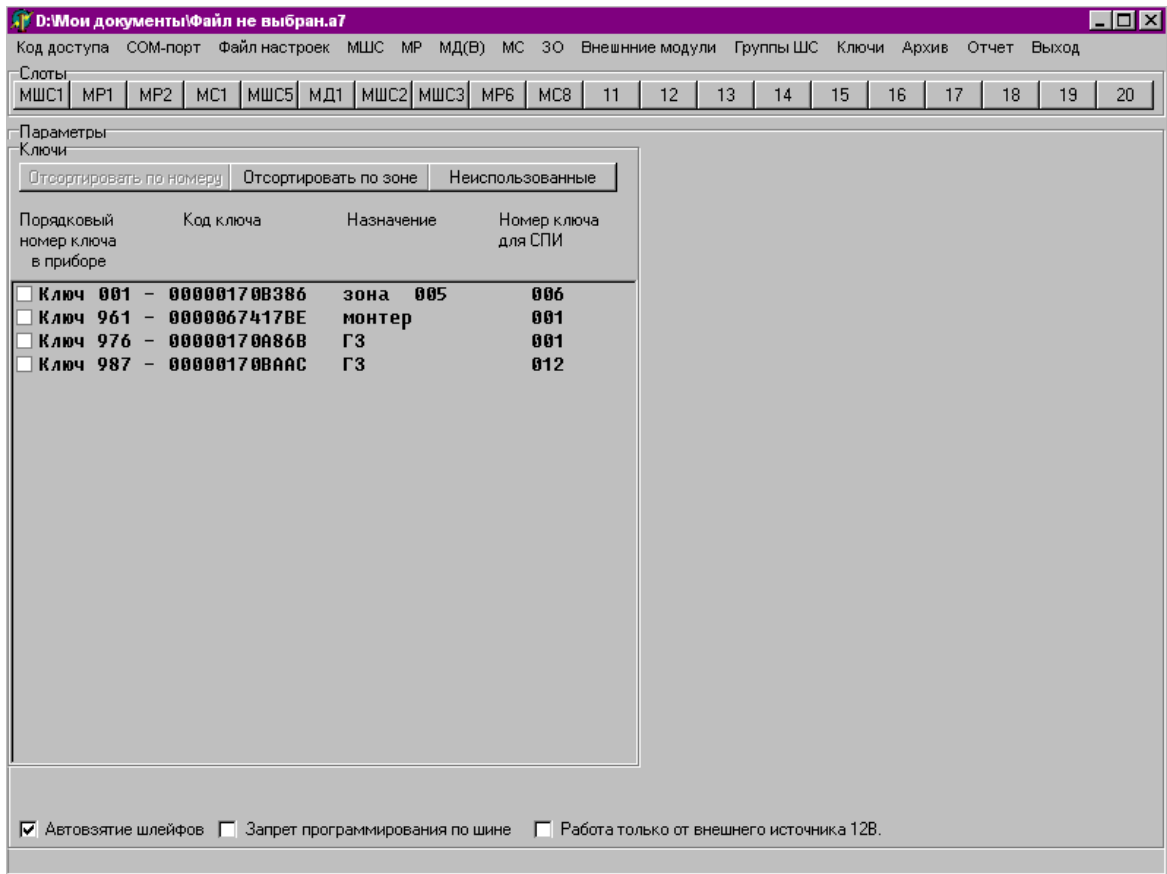

Рисунок 24
2.1.6.2 Для редактирования параметров ключей доступа необходимо выбрать команду главного меню «Ключи \ Редактировать». В результате ее выполнения в основном окне программы появляется панель со списком введенных ранее ключей доступа (рисунок 24). По умолчанию ключи в списке отсортированы в порядке возрастания их порядковых номеров в приборе. При необходимости можно произвести сортировку списка ключей по их принадлежности к зонам, либо сформировать список неиспользованных ключей.